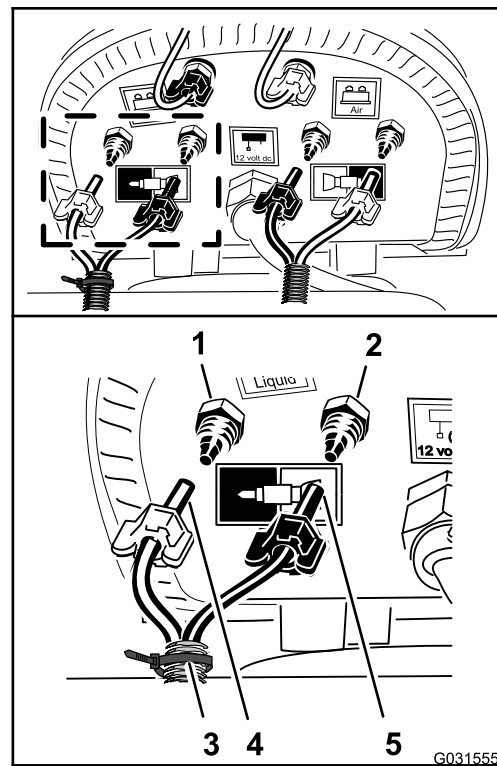

Figura 213
- Conecte el tubo con la brida que instaló en el paso 1 de Retirada de los tubos de líquido y aire de la máquina \(página 17\), alineando el tubo azul de la sección de brazo derecha en el acoplamiento de compresión del circuito de agua de la sección de brazo derecha (Figura 213).
- Ensamble la tuerca de compresión del tubo en el acoplamiento y apriete la tuerca a mano (Figura 213).
- Alinee el tubo transparente de la sección de brazo derecha en el acoplamiento de compresión del circuito de aire de la sección de brazo derecha (Figura 213).